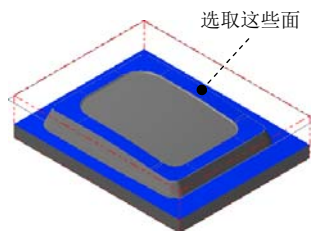

图 5.19 选取干涉面
(2) 单击 **检测** 区域中的 按钮, 选取图 5.19 所示的面为干涉面 (共 11 个), 然后按